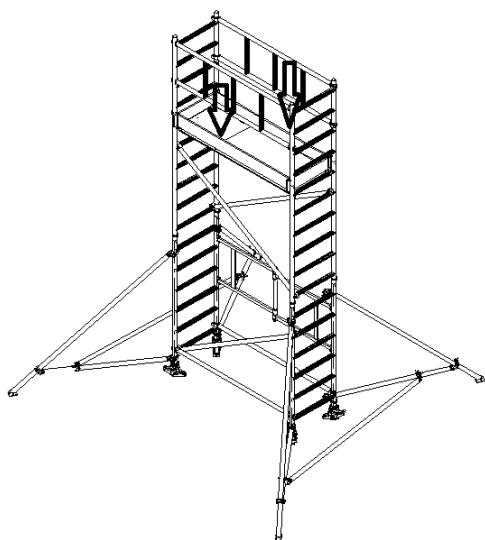

Rys. 37. Montaż bramek stabilizujących
13. Zamontować bramki stabilizujące (2 szt.) na kolumnach drabin nadstawki od wewnątrz. Należy sprawdzić prawidłowe napięcie zabezpieczeń haków (Rys.37).